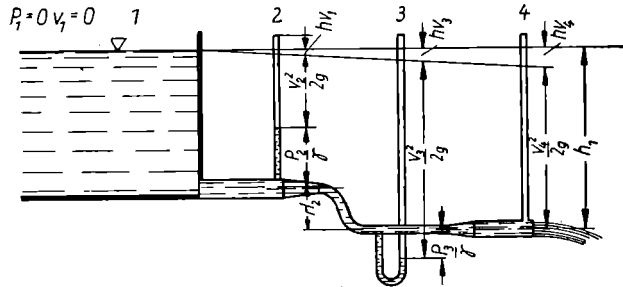

Bild 258
78. Welche Geschwindigkeiten und hydraulischen Druckhöhen entstehen in einer Rohrleitung, wenn die Verluste durch Reibung nach Bild 258 gegeben sind und ferner h_1 und die Querschnitte f bekannt sind?